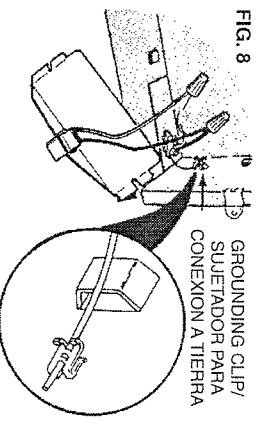

FIG. 8
**NOTE:** Use other housing knockout when wiring units in parallel. (FIG. 8)
**NOTA:** use otro disco removible cuando cablee unidades en paralelo. (FIG. 8)